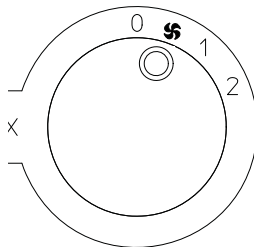

fig. 3
- Zur Aktivierung der Funktion **BELÜFTUNG** drehen Sie den Knopf "B" so, dass der Bezug "I" (Abb. 1) mit dem Symbol "VENTILATOR" auf der Bedienkonsole zentriert ist (Abb. 3).
- *Para activar la función VENTILACIÓN, gire la manija de tal forma que la referencia "I" (fig. 1) quede alineada con el símbolo del ventilador, presente en el panel de mandos (fig. 3).*